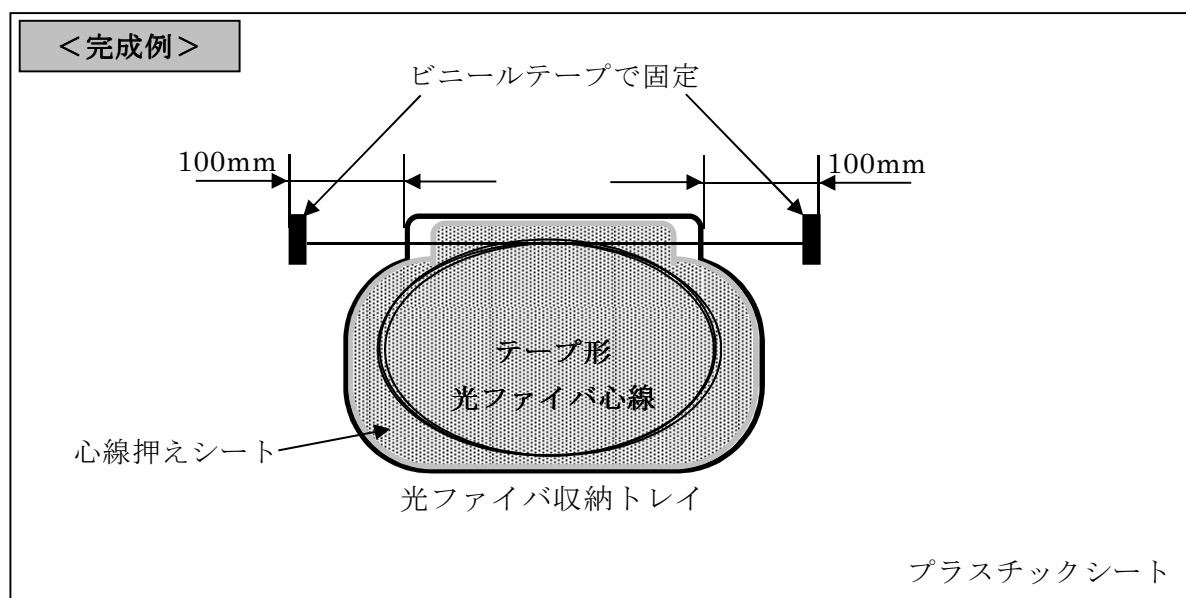

図 1 光ケーブル配線施工作業課題
- (1) 図 1 を参考にして、支給されたプラスチックシート上の中心付近に光ファイバ収納トレイを設置、固定する。
- (2) 光ファイバ収納トレイの上部端から $100 \pm 10\text{mm}$ の範囲内に、支給された長さのテープ形光ファイバ心線の両端をビニールテープで固定する。この際に固定したビニールテープから、テープ形光ファイバ心線がはみ出さないようにする。
- (3) 固定したビニールテープは、その後取り外してはならない。※1
- (4) 固定したテープ形光ファイバ心線をねじれなくトレイに収納する。なお、テープ形光ファイバ心線の許容曲げ半径は、 30mm 以上とする。収納後、心線押えシートを取り付ける。
- ※1(3) で固定したビニールテープを外す場合は、挙手をして、必ず検定委員の許可を得た後(2)～(4)の順で再度実施すること。